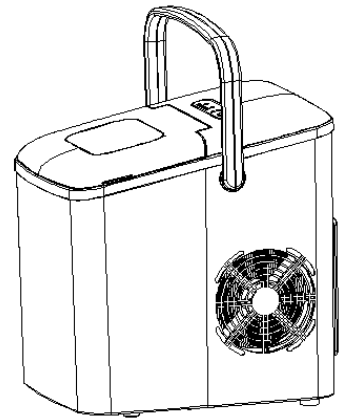

Рис.3
- 4) Удерживая центр ручки, поднимите ее вверх (см. Рис. 3), проверьте и убедитесь, что все правильно поставлено.